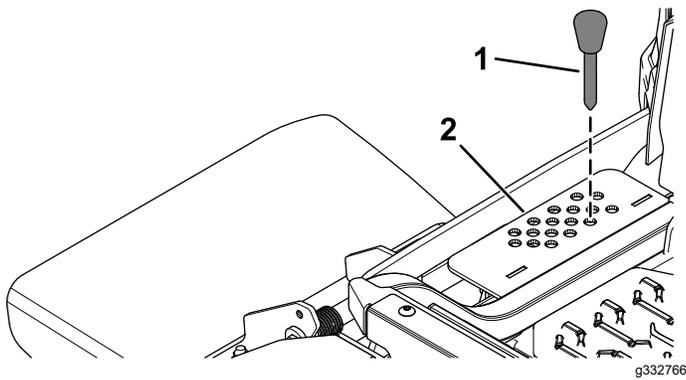

Figure 1
8. Retirez la goupille de hauteur de coupe du support de hauteur de coupe (Figure 1).